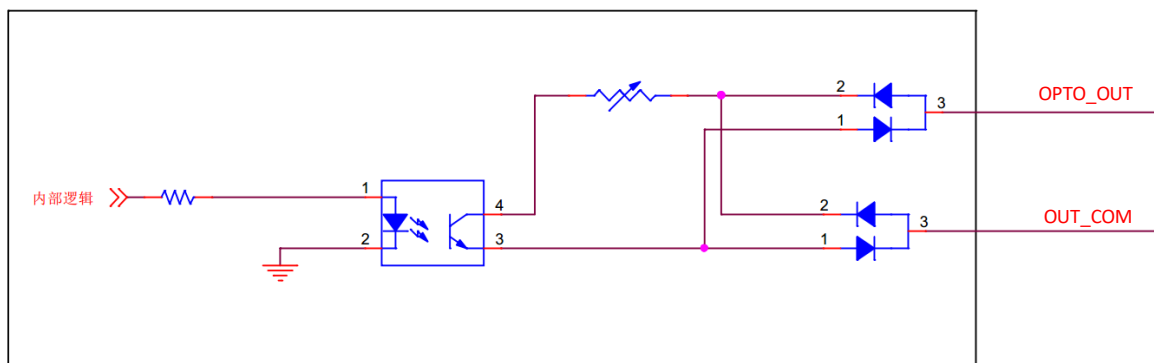

图4-24 I/O 输出接线
(2) I/O 接口的输出为开路输出：（接入电压 5~30 VDC，电流不能超过 200 mA），如图 4-24 所示。